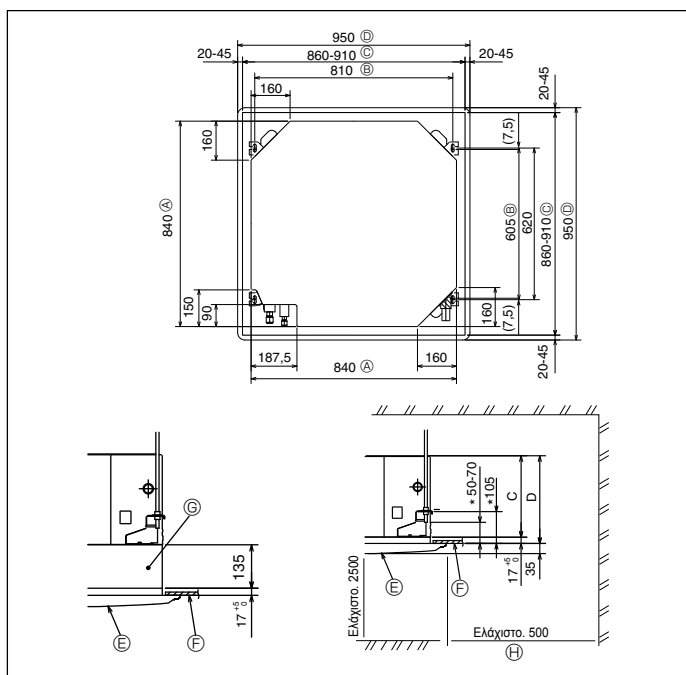

Fig. 3-2
④ Ταινία	8
⑤ Βίδα με ροδέλα (M5 × 25) για τη στερέωση της γρίλιας	4
⑥ Ακροσύνδεσμος αποχέτευσης	1
⑦ Μόνωση	1
⑧ Παξιμάδι ρακόρ 1/4F(P60)	1
3.2. Ανοίγματα στο ταβάνι και θέσεις για την τοποθέτηση των μπουλονιών ανάρτησης (Fig. 3-2)